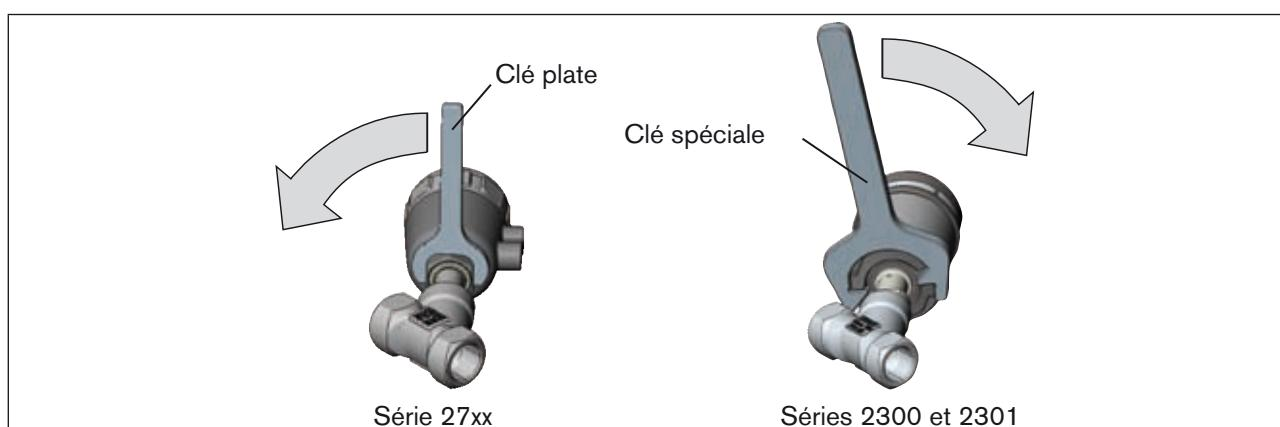

Fig. 23 : Tourner avec une clé spéciale / clé plate
- Tournez le module actionneur uniquement dans le sens prescrit (séries 2300 et 2301 ou 27xx, voir « Fig. 23 : »).